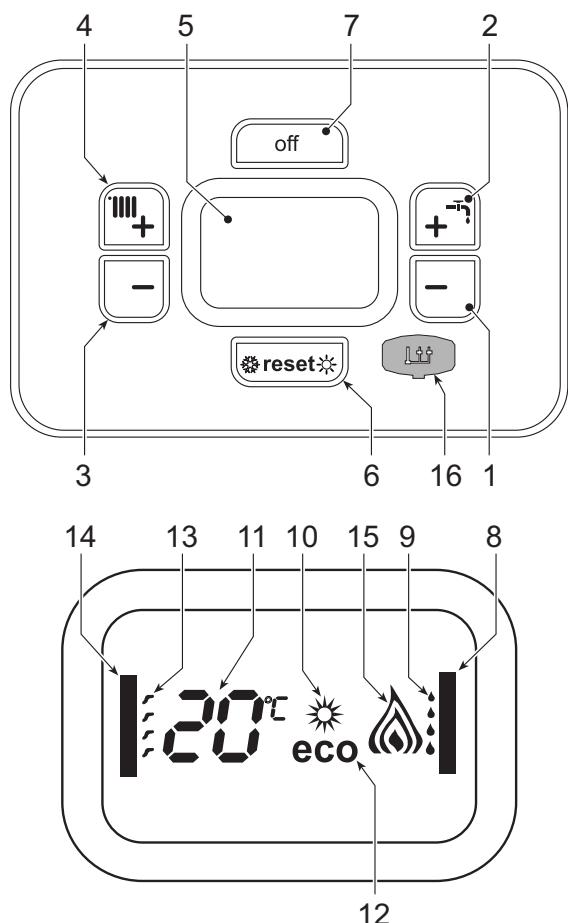
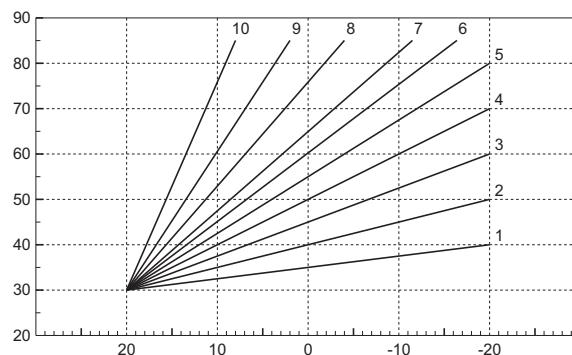
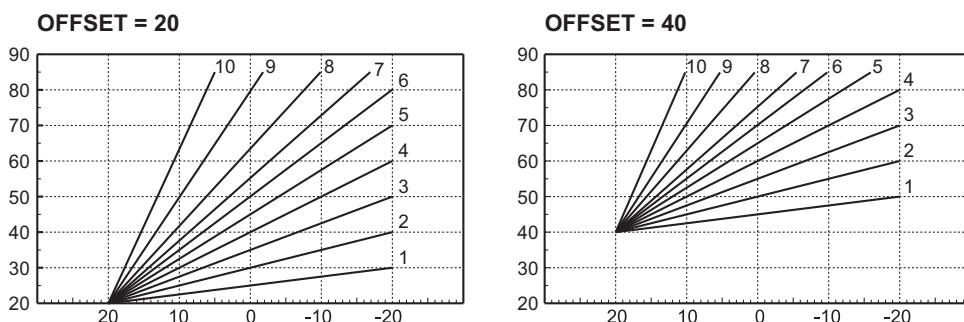

Рис. 1- Панель управления
Рис. 6 - Компенсационные кривые
Рис. 7 - Пример параллельного смещения компенсационных характеристик
Рис. 1а- Индикация «вход в режим»
В случае неисправности (см. пар. 3.4 «Устранение неисправностей») на дисплее отображается код неисправности (поз. 11 - Рис. 1), а во время предохранительного ожидания - надписи «d3», «d4» и «d5».
Нажмите на кнопку **Выкл.** (поз. 7 - Рис. 1) на 5 секунд.
Когда котел выключен, на электронную плату продолжает подаваться электрическое питание. При этом не происходит нагрева воды для отопления и ГВС. Остается активной противообледенительная система. Для повторного включения котла снова нажмите кнопку **«off»**. (поз. 7 Рис. 1) на 5 секунд - индикация «вход в режим» моргнет 5 раз.
Нажмите кнопку **«Лето/Зима»** (поз. 6 - Рис.1) на 2 секунды.
На дисплее высветится символ «Лето» (поз. 10 - Рис.1): При этом котел будет вырабатывать только воду для ГВС.
- Рис.1), чтобы изменять температуру в диапазоне между мин. 30°C и макс. 80°C (85°C); **тем не менее, не рекомендуется эксплуатировать котел при установленной температуре ниже 45°C.**
Используйте кнопки системы ГВС (поз. 1 и 2 - Рис.1) для изменения температуры воды от минимальной 40°C до максимальной 50°C (65°C).
Данное устройство может быть отключено пользователем (режим ECO) кратким нажатием кнопки «off». (поз. 7 - Рис.1). При работе в режиме ECO на дисплее высвечивается символ «ECO» (поз. 12 - Рис.1). Для включения режима COMFORT снова нажмите кнопку «off», символ «ECO» исчезнет.
В режиме плавающей температуры температура, заданная кнопками системы отопления (поз. 3 - Рис.1) становится максимальной температурой подачи в систему. Рекомендуется устанавливать ее на максимальную величину, чтобы позволить системе выполнять регулировку по всему полезному рабочему диапазону.
При нажатии на кнопку сброса **Reset** (поз. 6 - Рис.1) на 5 секунд открывается доступ к меню «Плавающая температура» и на дисплее отображается мигающая надпись «CU».
Используя кнопки системы ГВС (поз. 1 - Рис.1), установите нужную кривую (от 1 до 10) в зависимости от характеристики (Рис.6). При установке кривой на 0 режим «Плавающей температуры» отключается.
Путем использования кнопок отопления (поз.3 - Рис.1) осуществляется доступ к параллельному перемещению кривых, при этом на дисплее мигает символ «OF». Используйте кнопки системы ГВС (поз.1 - Рис.1) для параллельного смещения кривых в соответствии с характеристикой (Рис.7). Смещение возможно в диапазоне  $\pm 10^{\circ}\text{C}$ .
При повторном нажатии на кнопку «Reset» (поз.6 - Рис.1) на 5 секунд осуществляется выход из меню «Плавающая температура».
Выбор режимов Eco/Comfort	При отключении ГВС из меню пульта ДУ котел принудительно переходит в режим Eco. В этом состоянии с помощью кнопки Выкл. (поз. 7 - Рис. 1) на панели котла невозможно переключить его в режим Comfort. При включении режима ГВС через меню устройства ДУ котел переходит в режим Comfort. В этом состоянии с помощью кнопки Выкл. на панели котла можно выбрать один из двух режимов (Eco - Comfort).